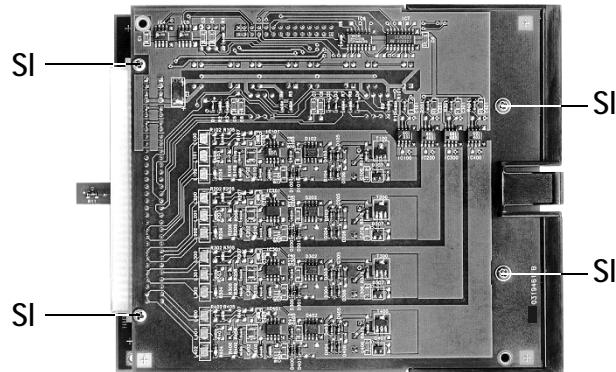

Bild 15 Schrauben **SI** der Kanalkarte lösen (Ansicht von unten)
1. 4 Schrauben **SI** lösen (siehe Bild 15).
4. Kanalkarte **Kk** mit den 4 Schrauben **SI** befestigen (siehe Bild 15).